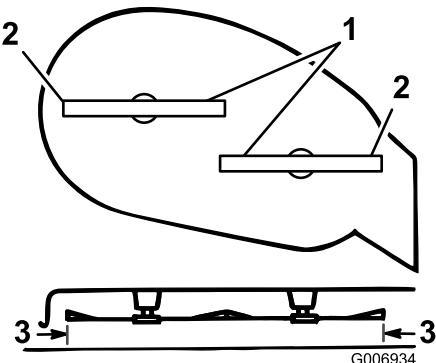

Figura 47
5. Gire cuidadosamente las cuchillas colocándolas perpendicularmente al sentido de avance de la máquina (Figura 47).
- 6. Mida entre los bordes de corte exteriores y la superficie plana (Figura 47). Si hay una diferencia de más de 5 mm entre ambas dimensiones, ajustelas; consulte los pasos 7 a 10.